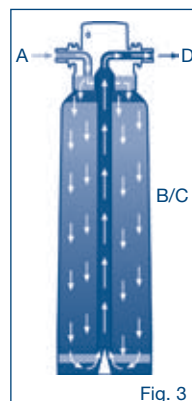

Fig. 3
Het ruwe water (A) van de filterpatroon stroomt (Fig. 3). In het gebied (B/C) en deeltjes van ijzer (II) kan worden verwijderd.
① AANWIJZING